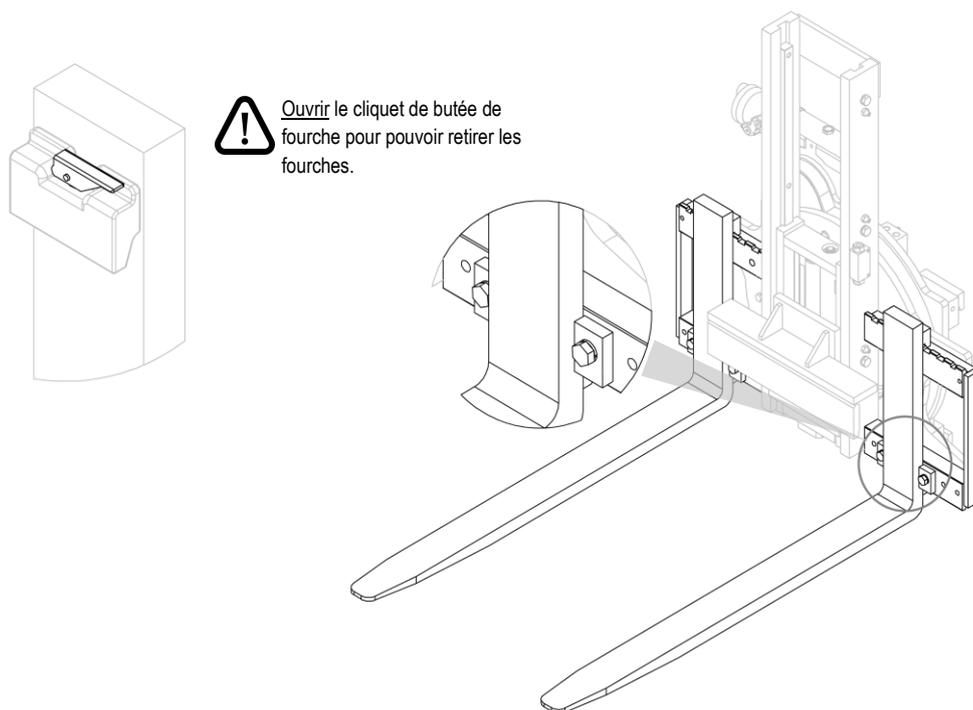
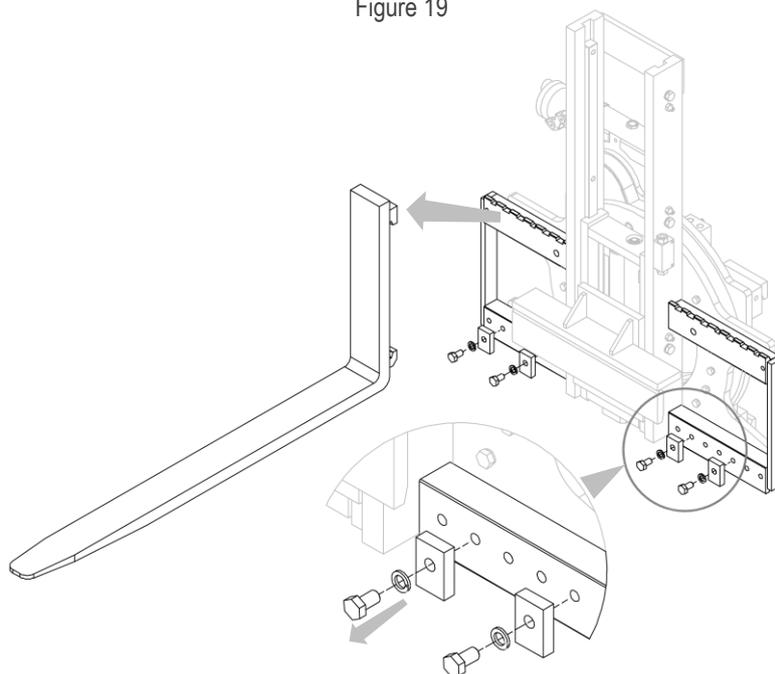

Figure 19
Figure 20
2. Retirer les fourches après avoir dévissé les butées de fourche et ouvert les cliquets de butée de fourche (voir *Figure 19* et *Figure 20*).